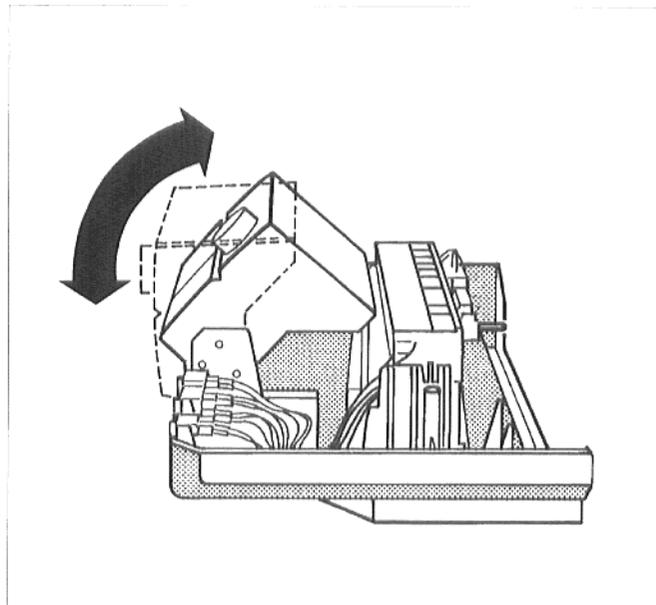

Рис. 20: повернуть блок индикаций
- Подключить электропроводку к штекерным соединениям, соответственно схеме соединений (рис. 20).
При комбинации с бойлером L, рекомендуется установить блок индикации прямо (рис. 20).